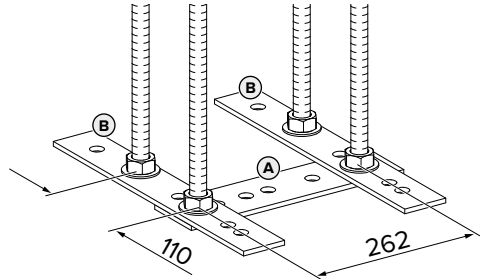
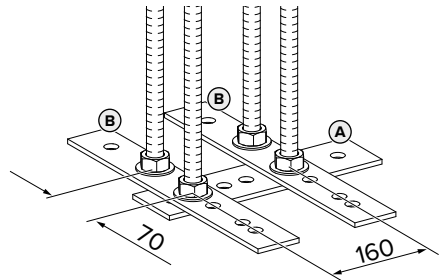

Abb. 1: Abmessungen [mm]
Abb. 2: Abmessungen [mm]
- Gewindestangen unter Beachtung der Abmessungen in der Abb. 1 und Abb. 2 in die Flachstähle stecken. Darauf achten, dass der Flachstahl (A) und die Flachstähle (B) im rechten Winkel (90°) angeordnet sind.